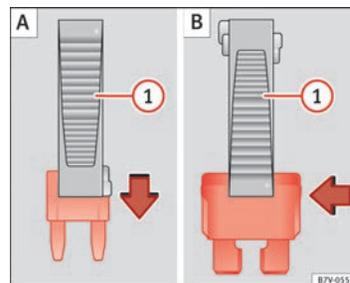

Fig. 204 Extraer o colocar un fusible.
- En el caso de *fusibles pequeños*, encaje la pinza desde arriba ⇒ fig. 204 (A).
- En el caso de *fusibles mayores*, desplace la pinza lateralmente sobre el fusible (B).